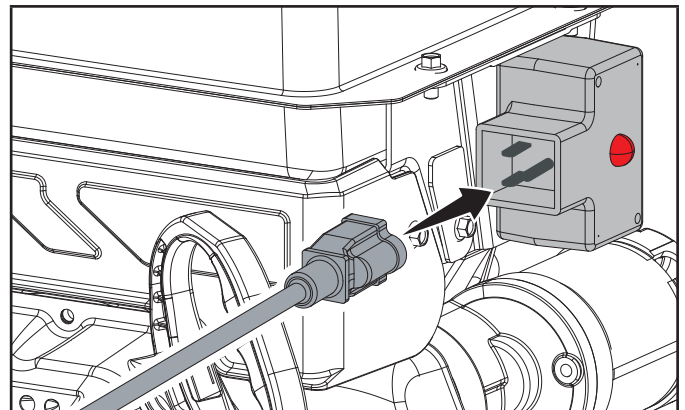

Figure 12
5. Pour un démarrage électrique, vous pouvez également brancher le cordon électrique fourni dans le démarreur. Appuyez sur le bouton du démarreur électrique et assurez-vous que la tension d'alimentation principale est 120 V~ 60 Hz. (figure 12)